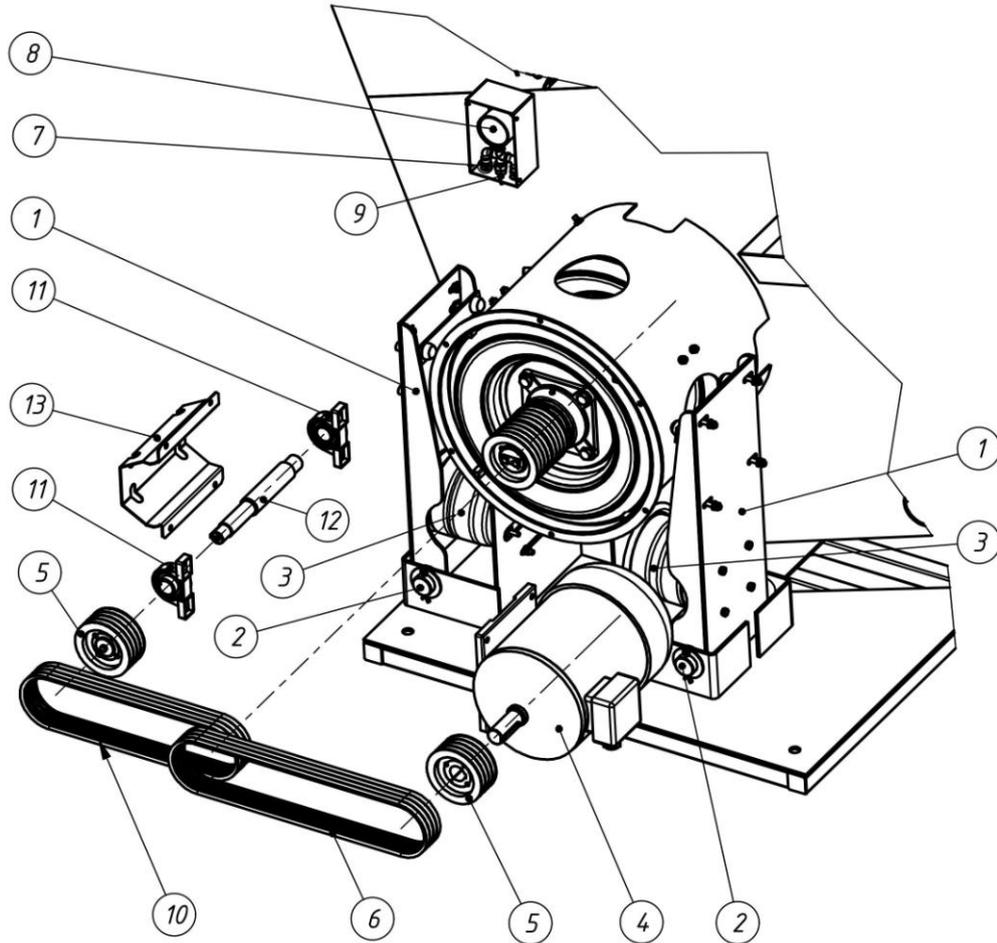

Рис.5 Адаптивная система натяжения ремней главного привода (АСНР)
Адаптивная система натяжения ремней главного привода (АСНР) (Рис.5) состоит из: двигательных площадок (1), установленных на осях (2), пневмоамортизаторов (3), электродвигателя (4), ведущих шкивов (5), ремней клиноременной передачи (6) и (10), воздушных шлангов (7), манометра (8) для контроля давления воздуха в системе, ниппеля подкачки (9), подшипниковых опор (11), вала (12), кожуха (13).